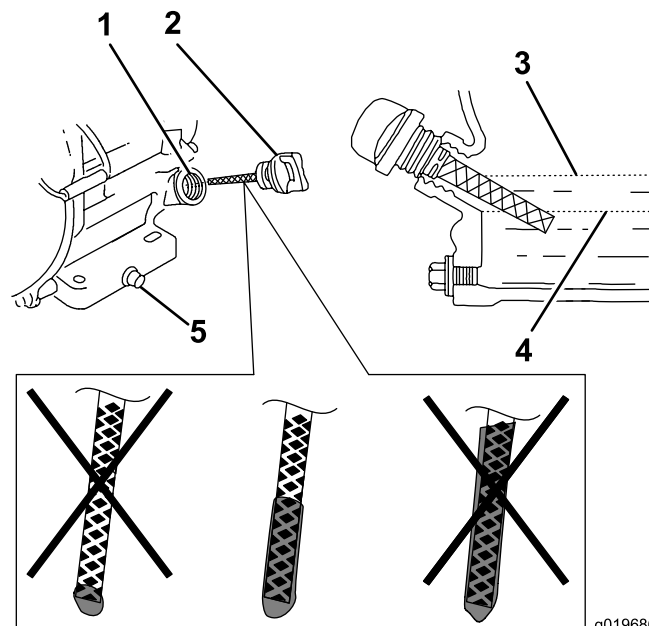

**Figure 25**
2. Positionnez la machine de sorte que le moteur soit de niveau et nettoyez la surface autour du tube de remplissage (Figure 25).
3. Enlevez le bouchon de vidange, la rondelle et sortez la jauge (Figure 25).